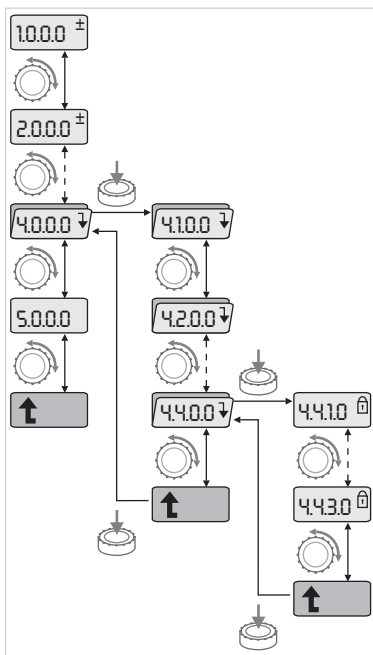

Fig. 38: Navigationsbeispiel
- Die allgemeine Navigation im Menü wie folgt durchführen (Beispiel siehe Fig. 38):